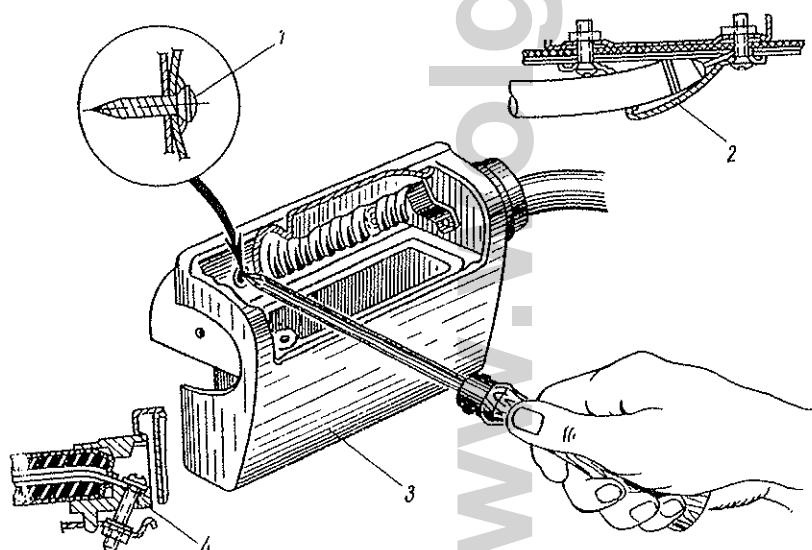

Bild 343 Ausbau des Aschenbechers:
- Aschenbecher 3 (Bild 343), dazu die Schraube 1 losdrehen;